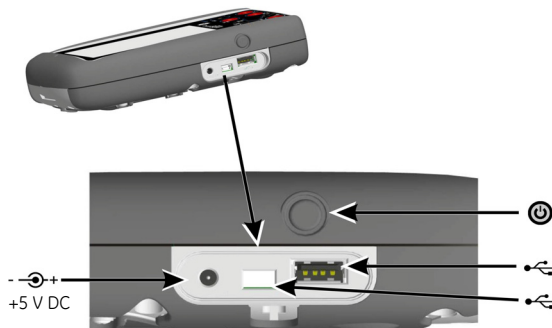

Abbildung 2: Seitenansicht
1. Schließen Sie das Gleichstrom-Netzteil/Akku-Ladegerät an den +5 V_{DC}-Anschluss an der Seite des Geräts an (siehe Abbildung 2, Seitenansicht).
2. Der Akku kann auch über die USB-Anschlüsse geladen werden (siehe Abbildung 2, Seitenansicht).
Drücken Sie bei ausgeschaltetem Gerät die Ein/Aus-Taste (siehe Abbildung 2, Seitenansicht), bis das Dashboard angezeigt wird.